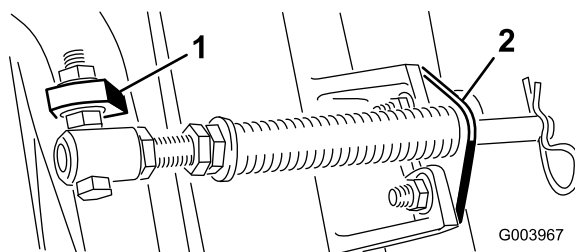
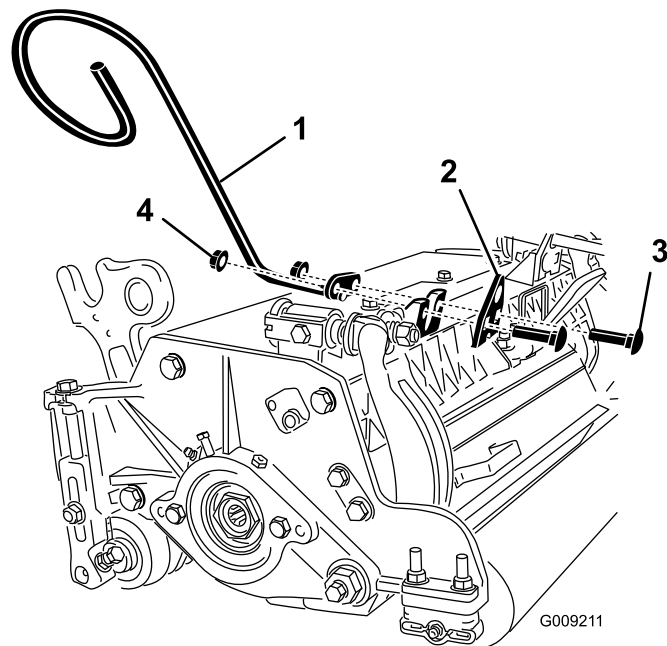

Figura 6
Figura 7
D. Monte el soporte de la varilla en las pestañas de la unidad de corte con los pernos de cuello cuadrado y las tuercas (Figura 6). Asimismo, en la unidad de corte N° 4, monte la guía de manguitos de la izquierda en la parte delantera de las pestañas de la unidad de corte al reinstalar el soporte de la varilla (Figura 7).
C. Monte el tornillo de caperuza del tubo del muelle a la otra pestaña del bastidor de tiro y fíjelo con la tuerca con arandela prensada. La cabeza del tornillo de caperuza debe colocarse en el exterior de la pestaña, según se muestra en Figura 6.